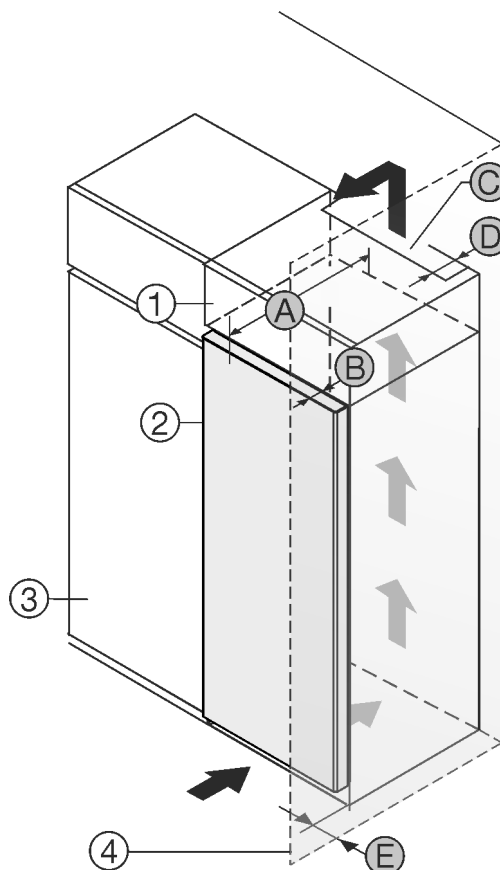

Fig. 1
- (1) 附加柜 \*
- (2) 冰箱 \*
- (3) 餐具柜 \*
- (4) 墙壁 \*
- (A) 冰箱深度 \*
- (B) 门深度 \*
- (C) 通风横截面 \*
- (D) 冰箱背面间距 \*
- (E) 到冰箱侧面的间距 \*
您可以将冰箱直接放置在餐具柜 Fig. 1 (3) 旁边。\*
在附加柜背面必须有一个竖风道，其深度 Fig. 1 (D) 应超过整个附加柜宽度。\*
盖板下必须保有通风横截面 Fig. 1 (C)。\*
如果将带铰链的冰箱放置在墙壁 Fig. 1 (4) 边，冰箱和墙壁必须至少相距 13 mm。\*
如果将带铰链的冰箱放置在墙壁 Fig. 1 (4) 边，冰箱和墙壁必须至少相距 20 mm。\*
为了能完全打开门，冰箱必须凸出橱柜正面一定门深度 Fig. 1 (B)。根据餐具柜 Fig. 1 (3) 的深度，使用壁距调整垫片可以使冰箱更为凸出。\*